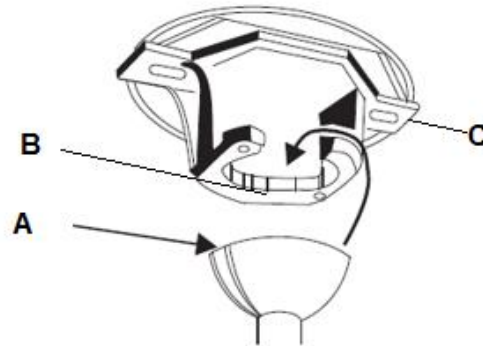

Abb. 5
Setzen Sie den kompletten Ventilator in die Halterung ein. Achten Sie darauf, dass der Passstift (B) der Halterung (C) in die Sicherungsnut (A) der Kugelaufhängung greift, um ein Verdrehen des Ventilators im Betrieb zu verhindern. (Abb. 5)
- Hängen Sie den Ventilator auf (siehe „Aufhängen des Ventilators“ Abb. 5 auf Seite 6).